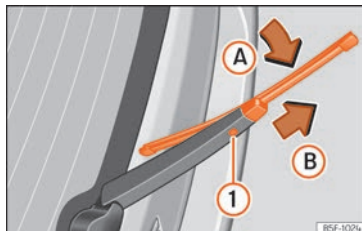

Fig. 52 Remplacement du balai d'essuie-glace arrière.
- Faites pivoter légèrement le balai d'essuie-glace » fig. 52 (flèche A).
- Maintenez la touche de déverrouillage ① enfoncée et tirez en même temps sur le balai dans le sens indiqué par la flèche B.
- Insérez sur le bras d'essuie-glace arrière un balai d'essuie-glace neuf **de même longueur et de même type** dans le sens contraire de la flèche B et jusqu'à ce que la touche ① s'encastre.